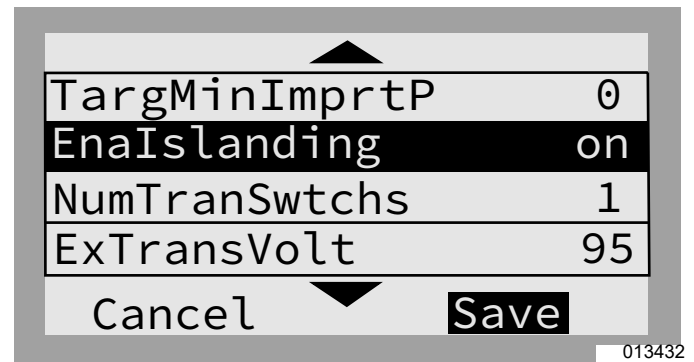
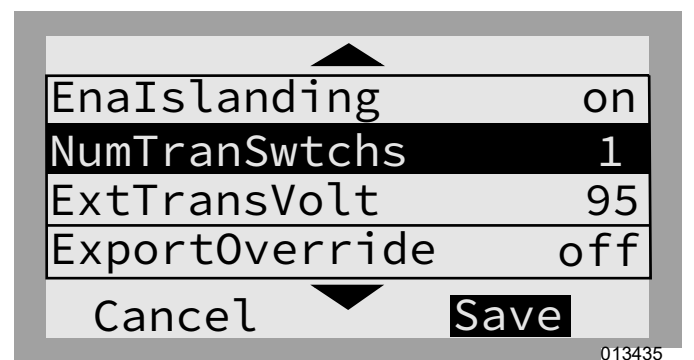
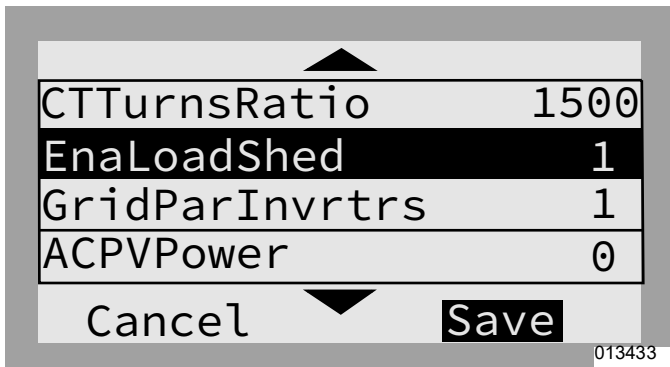

Figure 7-19. PV + stockage – Habitation entière (1 de 3)
Figure 7-20. PV + stockage – Habitation entière (2 de 3)
Figure 7-21. PV + stockage – Habitation entière (3 de 3)
- Voir Figure 7-19, Figure 7-20 et Figure 7-21. Paramètre Mod. Settings (Modifier paramètres) de l'onduleur :